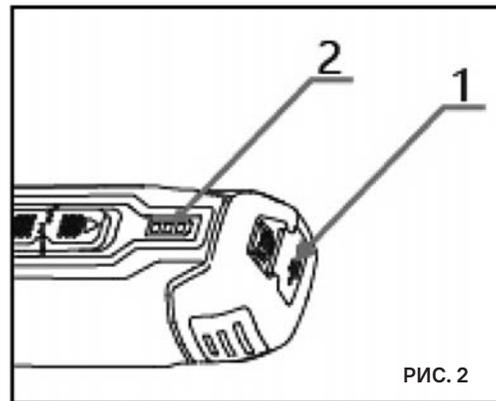

РИС. 2
Откройте крышку (1) (Рис. 2) на задней части инструмента. Подключите поставляемый в комплекте кабель micro USB к инструменту и к USB выходу компьютера или зарядного устройства с выходом USB. Данная модель имеет ограничение зарядного тока в 1А. Время зарядки не увеличится, даже если Вы используете более мощное зарядное устройство. Во время зарядки загорится и будет мигать сначала один индикатор, потом два, а затем все три. Когда все три индикатора (2) (Рис. 2) будут светиться, не мигая, — это значит, что инструмент полностью заряжен.